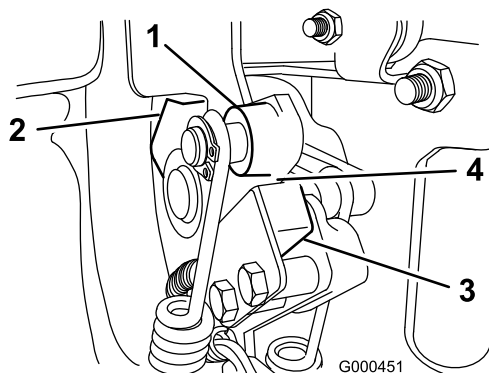

Figura 29
2. Accione a alavanca de tracção até que esta entre em contacto com a paragem neutra (Figura 29).
3. Desaperte as juntas de montagem do interruptor de segurança (Figura 29).
4. Coloque uma cunha de 0,8 mm entre a alavanca de tracção e o interruptor de segurança (Figura 29).